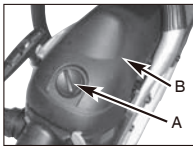

Fig. 18A
2. Retire el pomo (A) que sujeta la cubierta del filtro de aire en su lugar y retire la cubierta superior (B) aflojando los tornillos que sujetan la cubierta. La cubierta se levantará. (Fig. 18A)